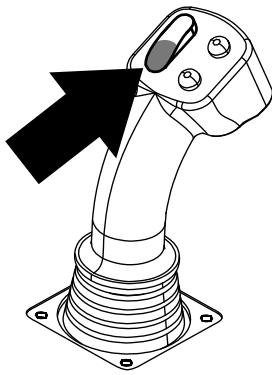
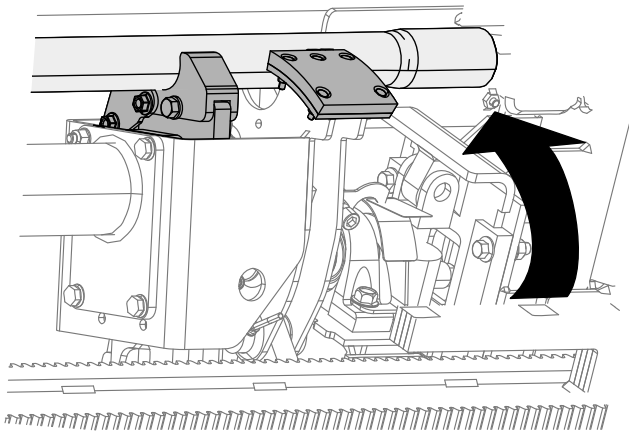

Figura 17
Figura 18
- Mantenha premida a secção inferior do interruptor oscilador (Figura 17) até o conjunto do excêntrico rodar para a fila selecionada debaixo da caixa de tubos (Figura 18).